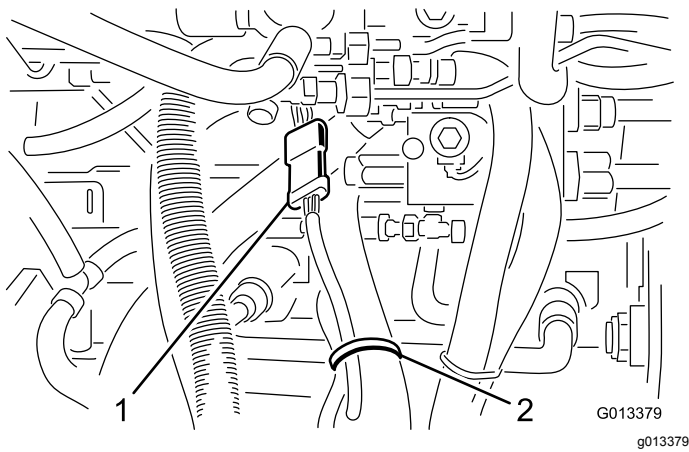

Bild 4
7. Schließen Sie den Kabelbaum des Mähwerks vom Kabelbaum der Zugmaschine ab (Bild 4).